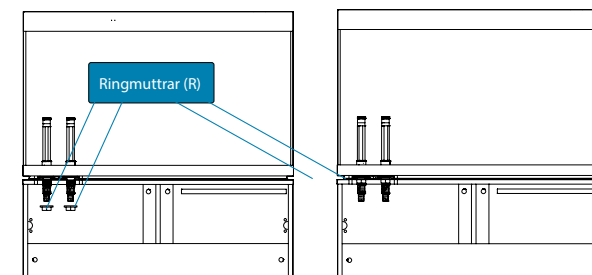
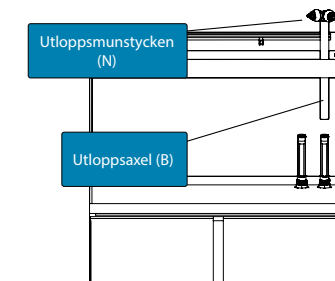

Bild 3
Bild 4
- Öppna skåpet. Skruva fast och dra åt ringmuttern (R) på den nedre änden av axeln (A) (bild 3).
- För in utloppsmunstycket (N) i den ena änden av utloppsaxeln (B).
- Sätt utloppsaxeln (B) på kontaktaxeln (A) (bild 4).
- Justera höjden på utloppsmunstyckena efter behov genom att skjuta utloppsaxeln (B) längs kontaktaxeln (A).
- Utloppsmunstyckena (N) kan enkelt vridas för att avleda vattenflödet dit du önskar.
- Öppna skåpet. Skruva fast och dra åt muttern (R) på den nedre änden av den andra axeln (A) (bild 3).